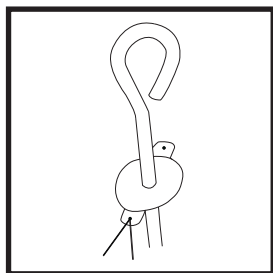

Abb. 2
5. Entfalten Sie das Messgerät für die Verankerungen und halten Sie einen Hering bereit (Abb. 2).